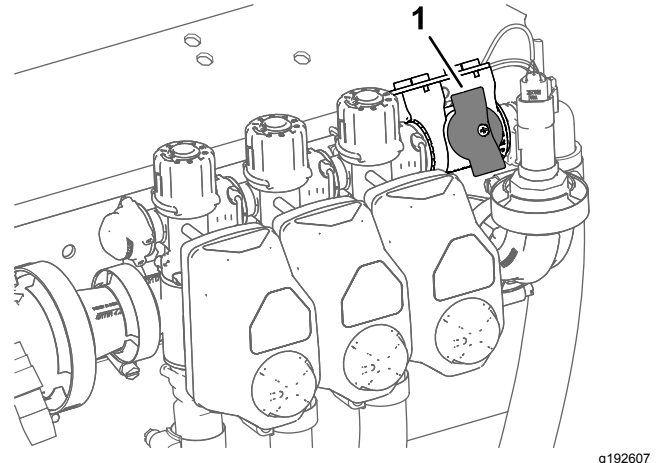

Figure 45
4. Pour les machines fonctionnant en mode débit d'application, vérifiez que le bouton de la vanne de coupe de dérivation de section à la position fermée (Figure 45).
5. Pour les machines fonctionnant en mode débit d'application, vérifiez que la vanne de coupe de dérivation de section est fermée (Figure 45).